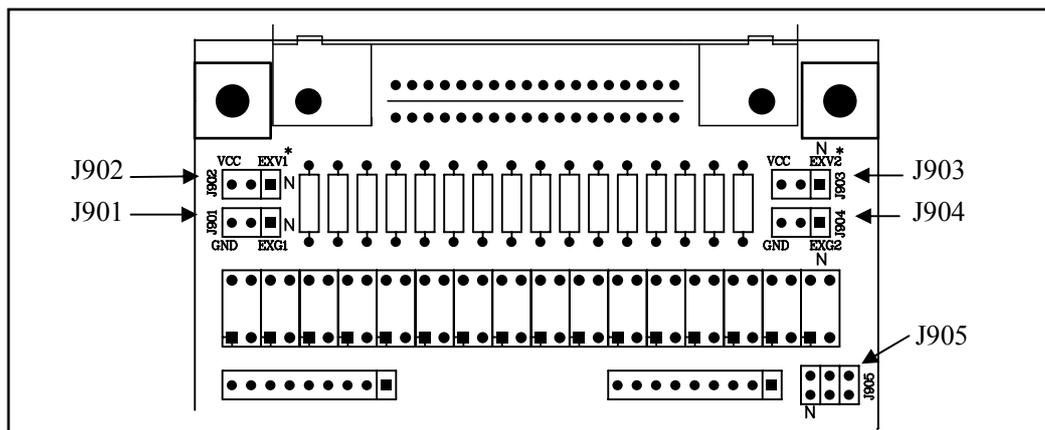

图 9-9 跳线在 HANDLER 板上的位置
HANLER 接口板上的跳线用来选择分选输出信号及控制信号是使用内部电源还是外部电源，并根据电源电压选择触发信号 (TRIG) 的限流电阻。表 9-5 是对每个跳线 (J901-J905) 的描述，它们在接口板上的位置如图 9-9 所示。
- ☞提示：在表 9-5 和图 9-9 中，“N”表示出厂时默认的跳线设置。
在图 9-9 中, J901 和 J902 用于选择分选输出信号的电源, J903 和 J904 用于选择控制信号的电源, J905 用于选择触发限流电阻。